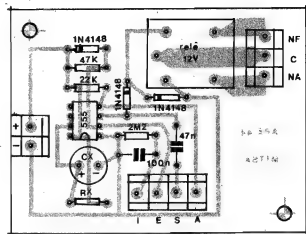

Fig. 3
- **FIG. 3 - CHAPEADO DA MONTAGEM** - Lado não cobreado da placa, já com todas as peças e barras de conexão externas colocadas. Observar os seguintes pontos:
Notar (fig. 3) que o acesso às ilhas/furos correspondentes aos pontos de ligação do resistor "RX" estão próximos a uma das bordas da placa, de modo a facilitar o eventual implementos de um conjunto **resistor fixo/resistor ajustável**, em série, que - nesse caso - teria que ficar externamente posicionado para facilitar o ajuste...